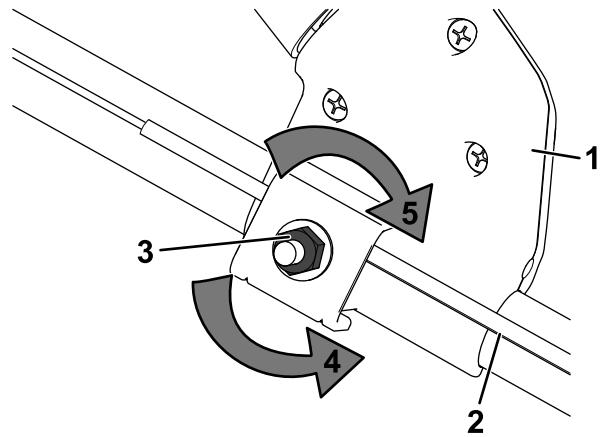

Bild 23
1. Drehen Sie die Einstellmutter nach links, um die Seileinstellung zu lösen (Bild 23).
2. Stellen Sie die Spannung des Seils (Bild 23) ein, indem Sie ihn zurückziehen oder nach vorne drücken und dann in dieser Stellung arretieren.